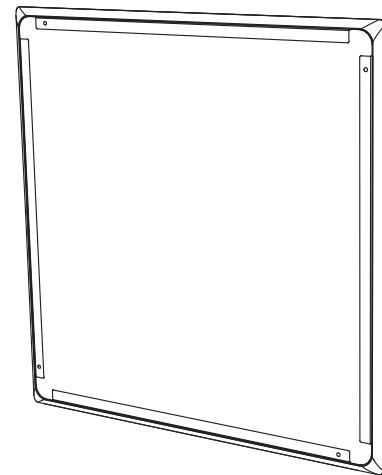

Fig. 19. Install the paint mask
2. Pressa in färgmask i framsidan av den bakre burken, där den kommer att hållas på plats med magneter. Denna mask lämnas på plats medan tak- och ramomgivningen är målad (Fig.19).